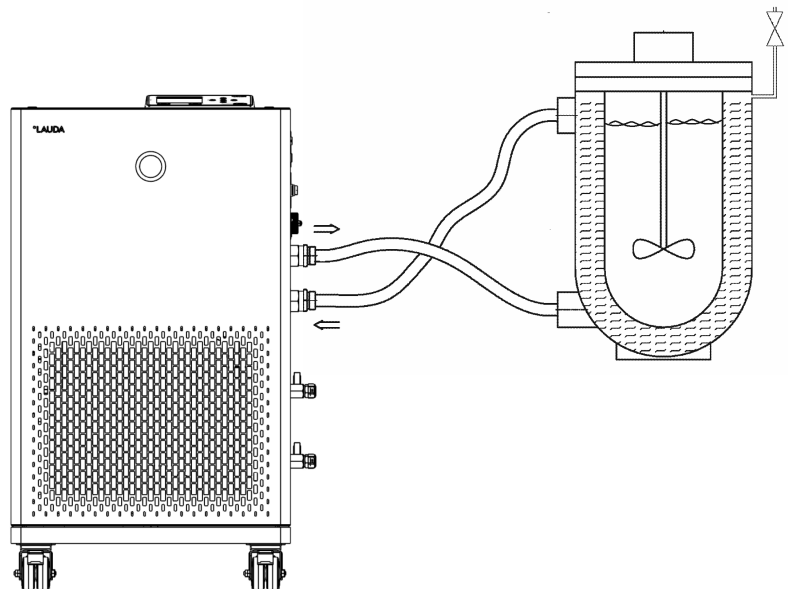

Abb. 13: Anschlussskizze mit Entlüftungsventil
- Ein Entlüftungsventil kann, je nach Bauart der Applikation, den Entlüftungsprozess deutlich vereinfachen. Das Entlüftungsventil muss an der höchsten Stelle des Kreislaufs angeordnet werden (Abb. 13).
Damit Gas-/Dampfblasen aus dem System abgeführt werden können und ein ungestörter Betrieb möglich wird, muss die externe Applikation gemäß Skizze (Abb. 13) angeschlossen werden. Der Vorlauf der Pumpe ist mit dem unten liegenden Anschluss der Applikation zu verbinden. Die Rückleitung zum Pumpenstutzen ist mit dem oben liegenden Anschluss der Applikation zu verbinden. Die Applikation wird somit von unten nach oben durchströmt.